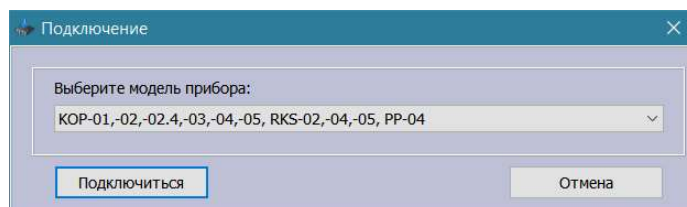

Рисунок 8
1) Подключите КОП к компьютеру с помощью стандартного кабеля mini-USB и запустите программу «Конфигуратор параметров Uniproг». В левом верхнем углу окна программы нажмите кнопку «Считать из прибора». В появившемся окне **«Подключение»** выберите из списка «КОП-01,-02,-02,4,-03,-04,-05, RKS-02,-04,-05, PP-04» и нажмите кнопку **«Подключиться»** (см. рисунок 8). Дождитесь завершения чтения параметров от КОП.